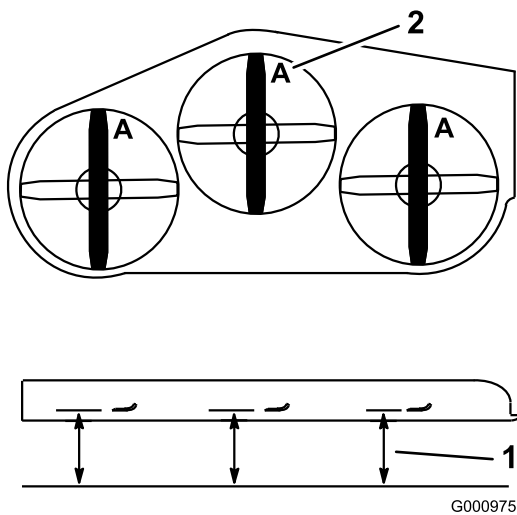

Figure 85
- Tournez les lames dans le sens longitudinal (Figure 85). Mesurez la distance entre la surface plane et le tranchant (position A) des lames (Figure 85). Notez cette valeur.